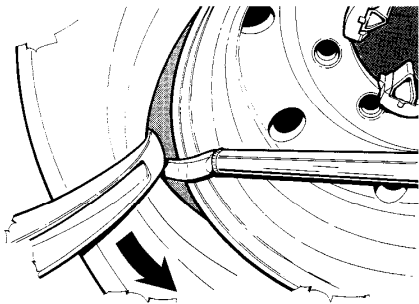

Fig.30
3. Lever le bras porte-arbre de manière à éloigner l'outil du bord de la jante (2-3 cm). Déplacer l'outil vers l'extérieur pour pouvoir insérer le levier soulève-talons long (Fig.30).